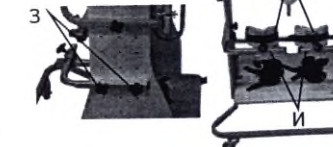

рис.7
6) Регулировка положения коленных секций (коленоупоров) (рис.7)